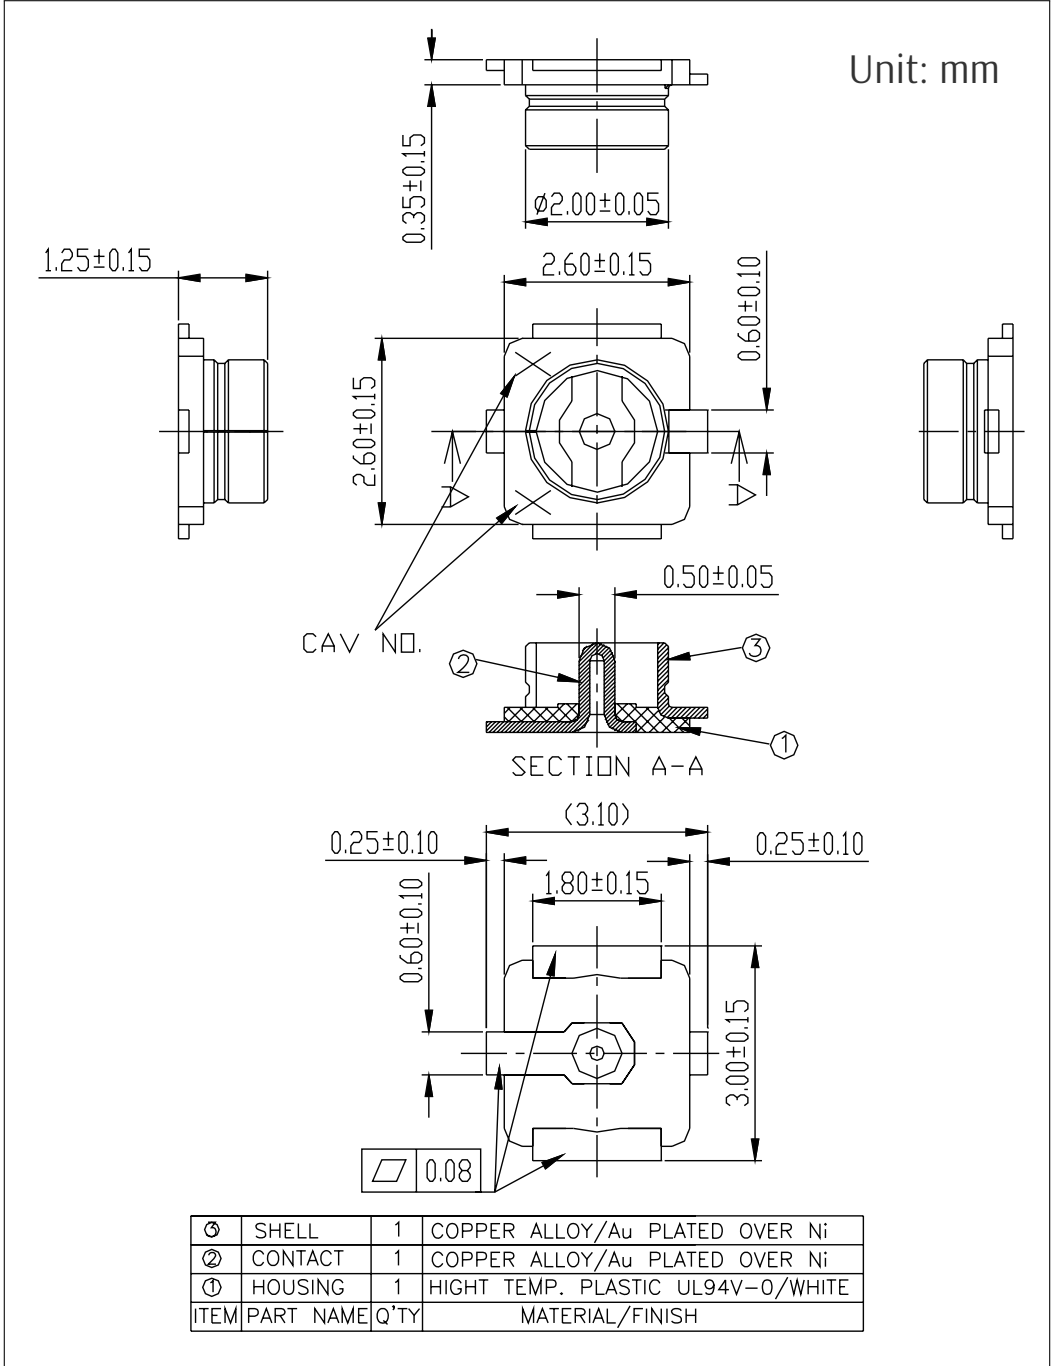

图 10: 外部天线连接器尺寸图
ESP32-WROVER-IB 采用图 10 外部天线连接器尺寸图 所示的第一代外部天线连接器，该连接器兼容：
- 接口规格与模组天线连接器接口匹配，参考图 10 外部天线连接器尺寸图